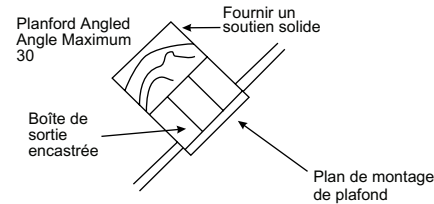

Fig. 3
**Remarque:** Vous devez utiliser une tige descendante de 12 po ou plus pour une pente de 30 degrés (angle maximum de 30 degrés). (Fig. 3)